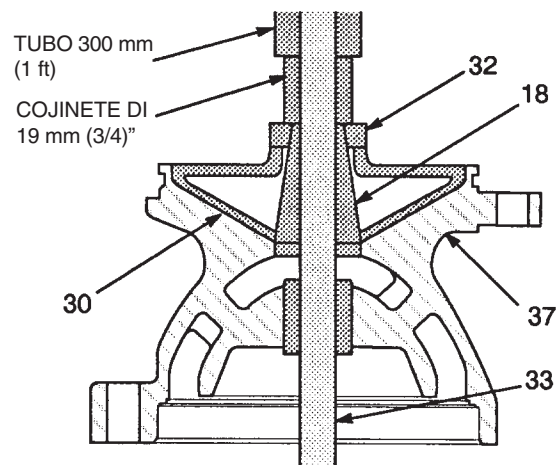

Fig. 8
- b. Poner un cojinete de protección de acero blando de 19 mm (3/4") de DI, con un extremo doblado liso en la parte superior de la tuerca hexagonal. Aplicar una gran fuerza de compresión por medio de un tubo de 300 mm (1 ft) de longitud sobre el eje (3) para aflojar el collarín (18) Ver Fig. 8.
- c. Extraer el collarín (18) y el rotor (30). No hacer palanca en el rotor.